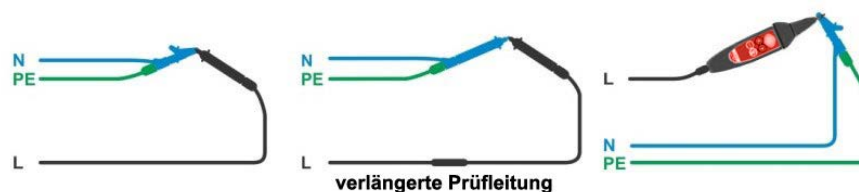

Abbildung 7.22: Kurzgeschlossene Prüfleitungen
- Schließen Sie die Prüfleitungen am Prüfgerät an und schließen Sie die Prüfleitungen miteinander kurz, siehe **Abbildung 7.22**.